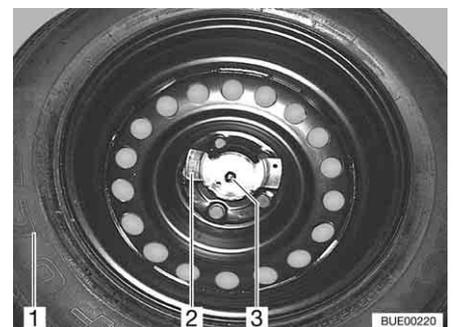

Fig. 215 Fissaggio della ruota di scorta
- Svitare i due dadi (Fig. 215,2 e 3).
- Rimuovere la ruota di scorta (Fig. 215,1) dal relativo supporto.